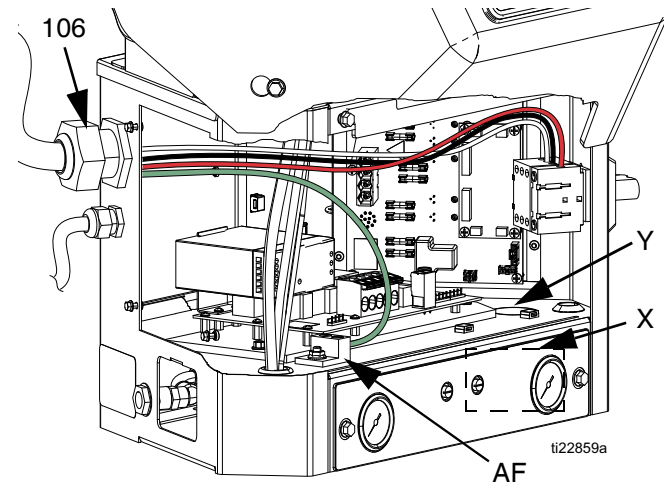

图 13
注：已安装的电源线扣 (106) 适配外直径为 0.708-1.260 英寸（18-32 毫米）的电线。参见图 13。如有需要，请使用扳手拧紧电源线扣，直至其紧固在电缆上。
4. 将电线插入电气外壳的电源线扣 (106) 中。参见图 13。
- a. 替代的电线走线 让电线通过导线管从进入孔 (X) 穿过孔 (Y)。在压缩空气元件附近布线时，必须要用导线管。
6. 将地线连接到底板接地 (AF)。参见图 13。